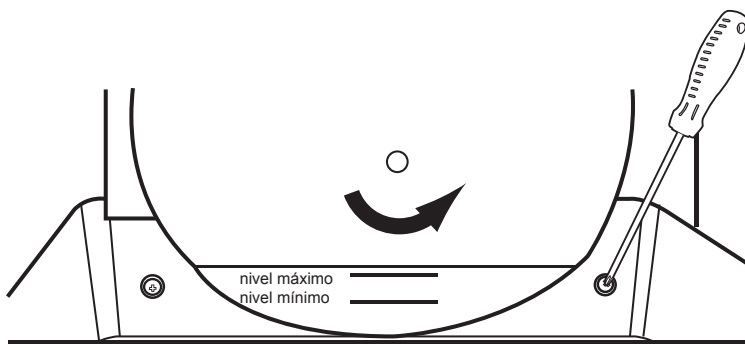

Imagen 9
Utilice los tornillos que ya vienen insertados en la carcasa (a la izquierda y derecha del disco de corte). Quite estos tornillos y posicione la cubierta protectora (11) de tal manera que encaje en el orificio por encima del disco de corte. Asegure la posición de la cubierta protectora insertando y apretando los tornillos como se muestra en la imagen 9. Utilice las arandelas.